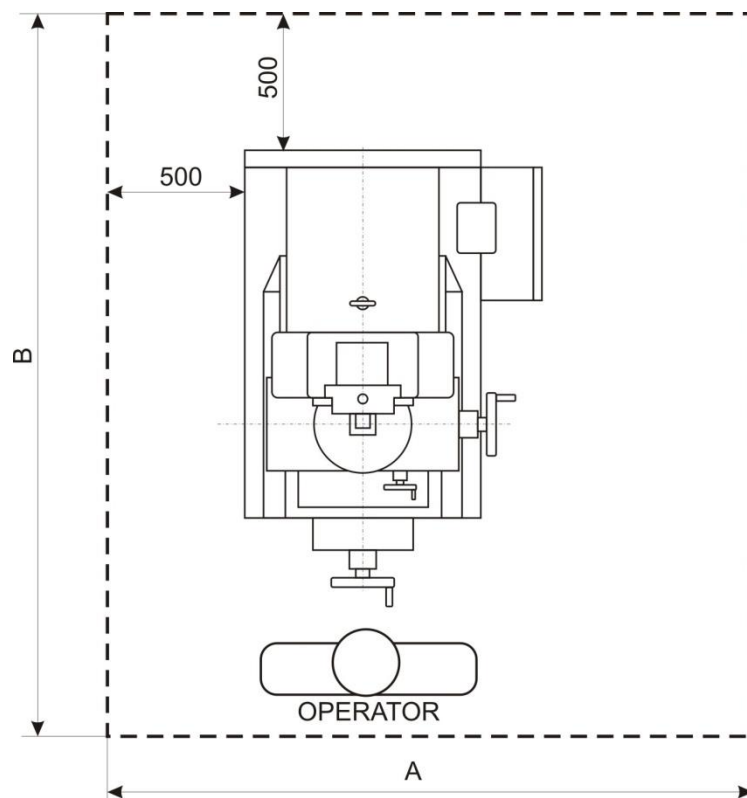

fig. 1
- Deve essere assicurato sufficiente spazio per servizio e riparazione che corrisponda alle dimensioni indicate in fig. 1.